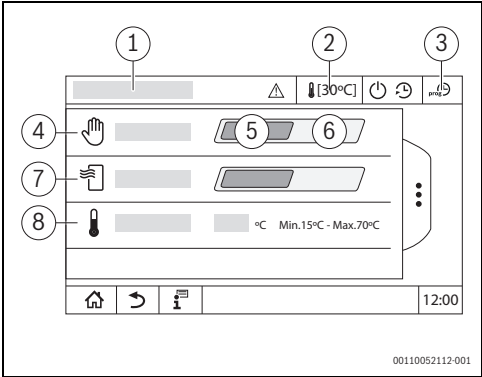

Fig. 2 Udvidede funktioner, Manuel drift
- Tryk på **Off** (→ fig. 2, [5], side 6).